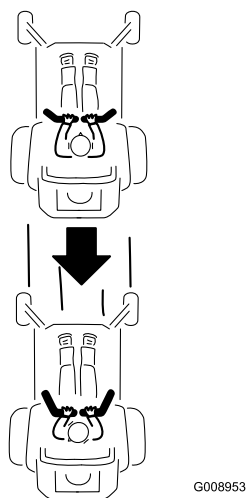

Figure 20
2. Pour faire marche arrière, vérifiez que la voie est libre derrière la machine et sur sa trajectoire tout en tirant lentement les leviers de commande de déplacement en arrière (Figure 20).
Pour vous déplacer en ligne droite, appliquez une pression égale sur les deux leviers de déplacement (Figure 20).